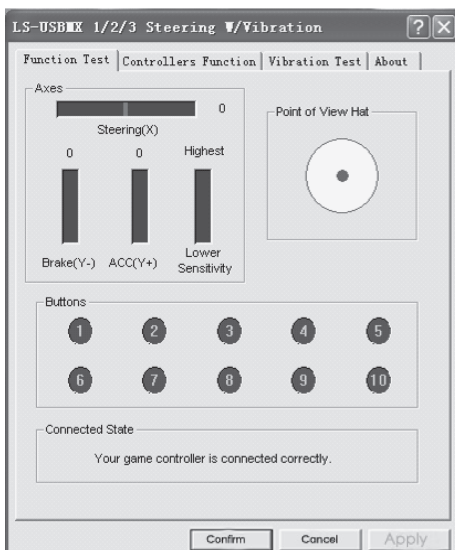

Рис. 6
- Нажмите на кнопку «Test» (см. рис. 4), и на дисплее ПК появится окно «LS-USBMX 1/2/3 Steering» (рис. 6). Здесь вы можете произвести основные настройки осей и клавиш.